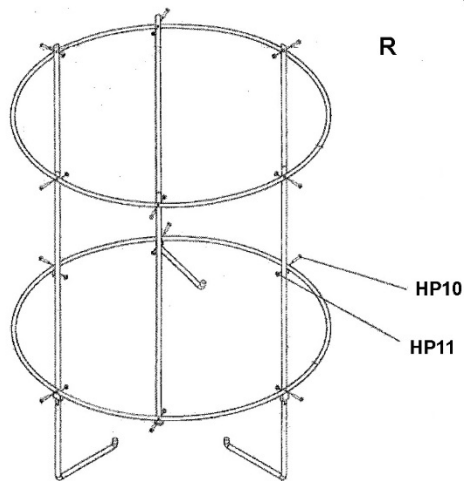

Figure 13
18. Vissez les supports longs et courts dans les arceaux en alternant, comme indiqué dans la Figure 13. Sécurisez avec douze écrous hexagonaux et vis à tête cylindrique (HP10,HP11). (Remarque : les torsions sur les longs supports pointent vers l'intérieur comme indiqué.)